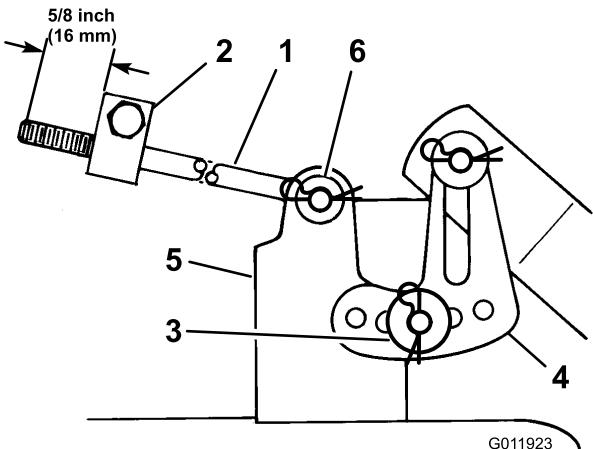

Figura 13
4. Retire el pasador y la arandela del soporte de nivelación (Figura 13).
5. Para nivelar la(s) cuchilla(s), vuelva a colocar el soporte de nivelación en un taladro diferente y vuelva a colocar la arandela y el pasador (Figura 13).